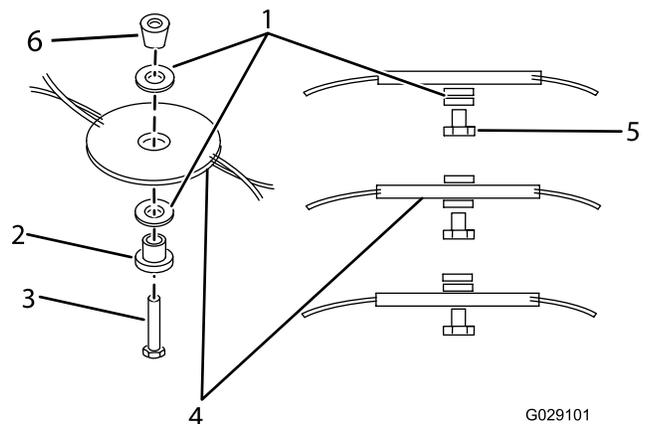

Рисунок 13
6. Переместите разделители на требуемую высоту, затем установите узел Flexiblade (Рисунок 13).